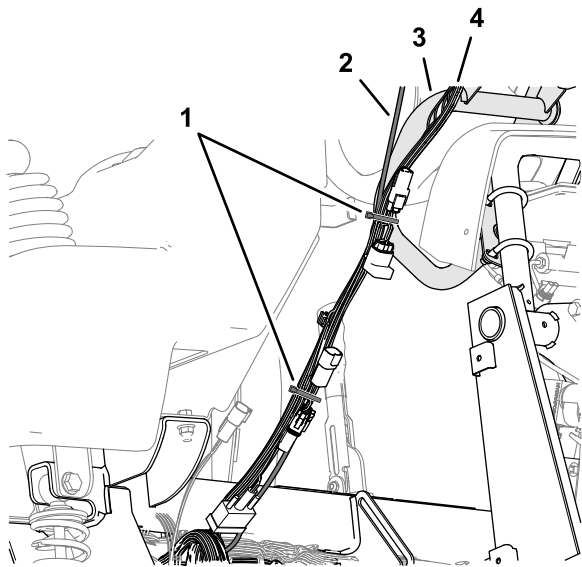

Figura 71
- 3. Sujete el arnés de datos del módem y el arnés de datos de navegación y eléctrico al tubo del monitor con una brida (Figura 71).
4. Sujete el arnés de datos del módem al arnés de datos de navegación y eléctrico con una brida, como se muestra en la Figura 71.